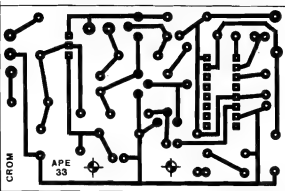

Fig. 8
- FIG. 8 - LAY OUT DO CIRCUITO IMPRESSO - Embora naturalmente mais denso do que o lay out da montagem anterior, o desenho de pistas e ilhas da placa específica ainda não chega a ser de complexidade excessiva... A figura mostra o padrão em tamanho natural, o que facilita a cópia direta, por carbono. Os tradicionais (e ultra-recomendados...) cuidados devem ser aplicados à confecção da placa, já que da perfeição desse substrato depende muito o funcionamento (ou não...) do circuito como um todo... Aquela "velha" conferência, ao final, para ver se não há falhas, curtos, lapsos ou "trincas" nas áreas cobreadas, é - "para variar"